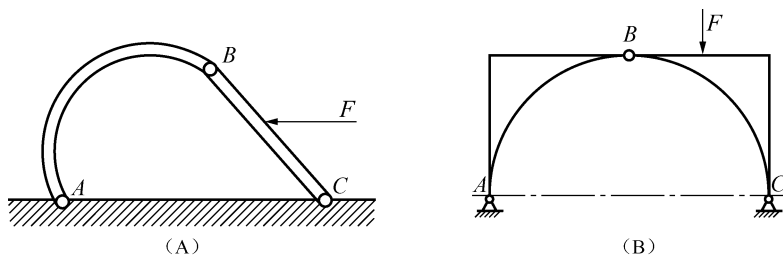

图 38
25. 试分别画出如图 38 所示结构中 AB 与 BC 的受力图。